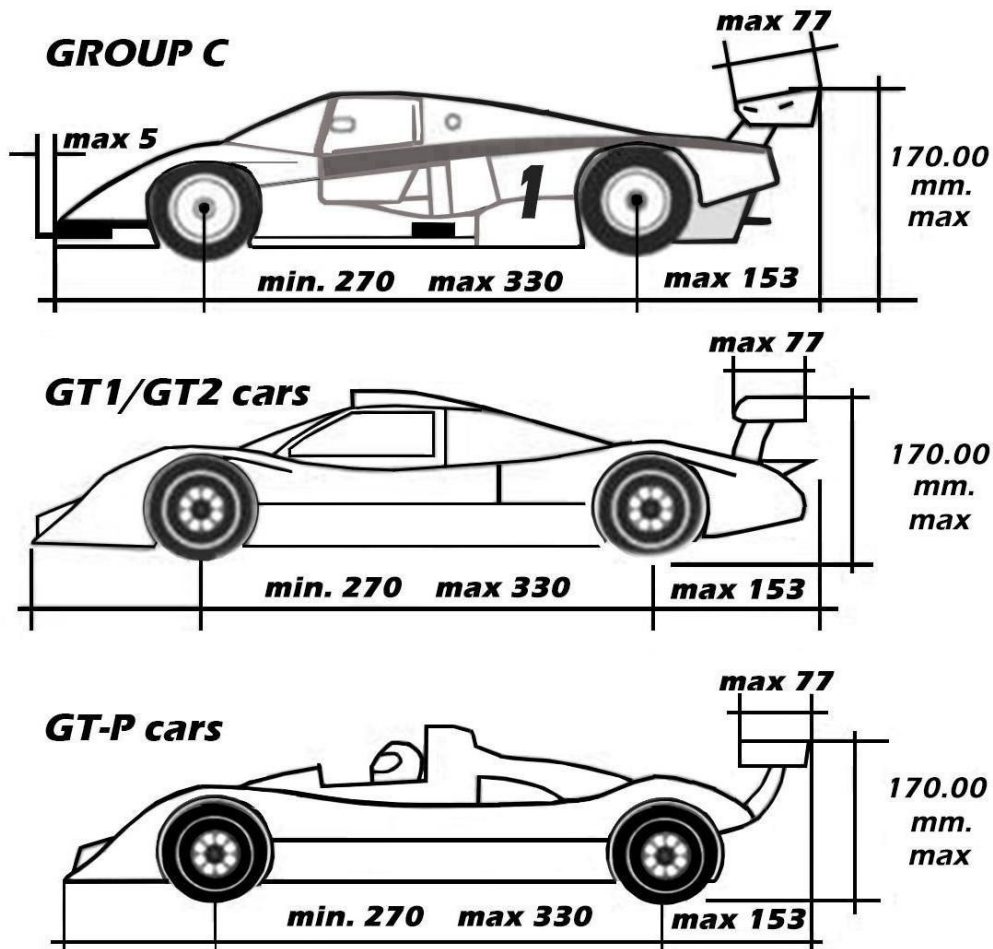

Figura 4 - Carrozzerie modelli.
41.13 CARATTERISTICHE DELLE CARROZZERIE (Vedi Figura 4 di questo Capitolo)
41.15 DIMENSIONI MASSIME DELLE ALI (Vedi figura 4)